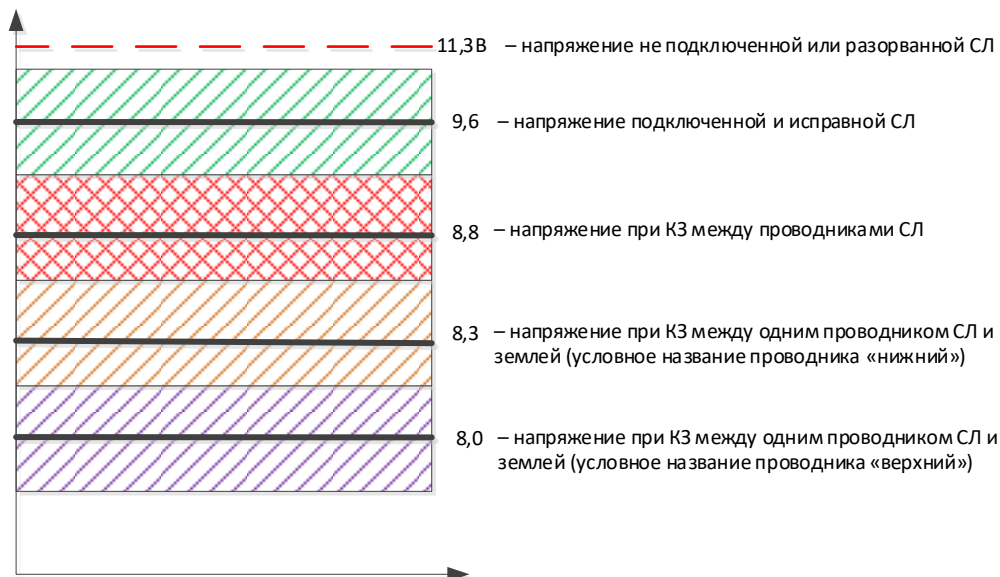

Рис. 6.5
- Поле «Текущее U на СЛ» показывает измеренное значение на СЛ в текущий момент времени. В зависимости от значения измеренного напряжения можно определить вид неисправности (рис. 6.5).